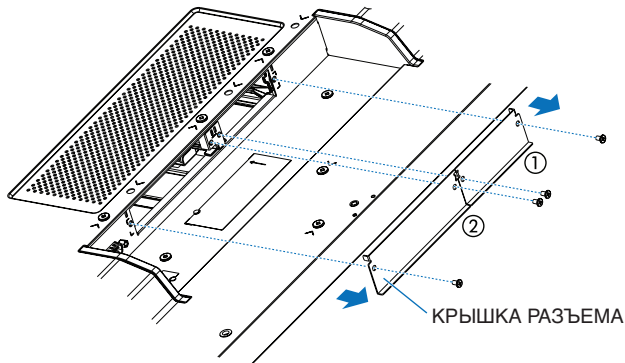

Рис. 1
Снимите КРЫШКУ РАЗЪЕМА ① и ② (Рис. 1).